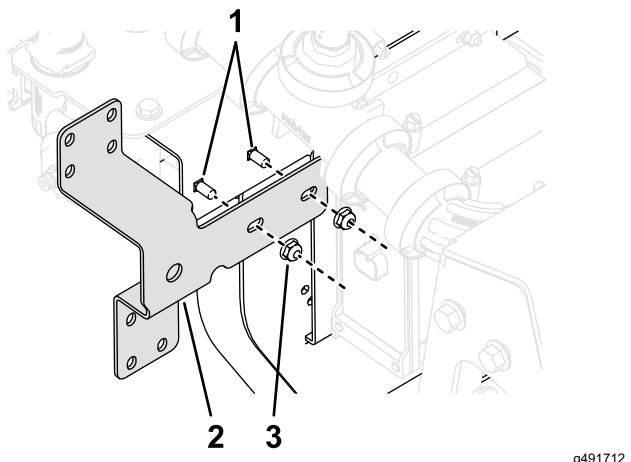

Figura 36
13. Instale la escuadra de la válvula de control en la máquina con 2 pernos de cuello cuadrado ($\frac{1}{4}$ "-20 x $\frac{5}{8}$ ") y 2 contratuerca ($\frac{1}{4}$ "-20), como se muestra en la Figura 36; apriete los pernos a 10-12 N·m.